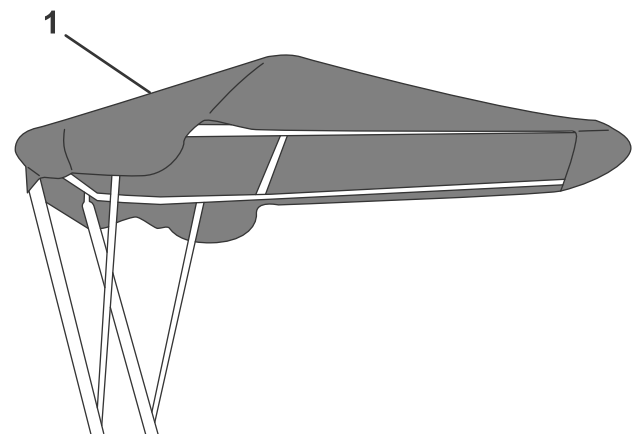

図 5
14. 前ボウに日よけを被せて後ボウまで引っ張って広げる図 5。上ボウの角度を調整して日よけの張りを調整する。